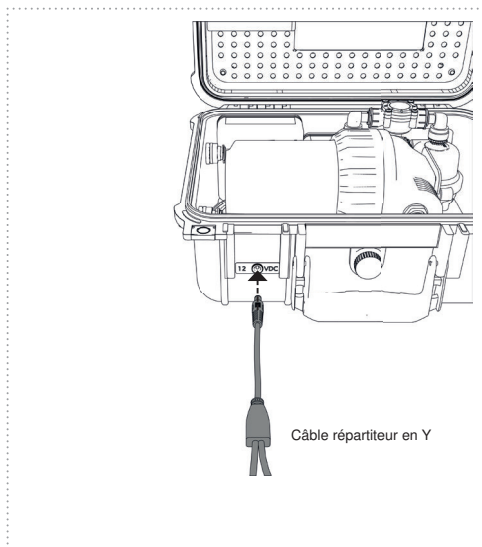

Figure 20
11. Raccordez le câble répartiteur en Y à la valise UV-aid+ (Fig. 20)